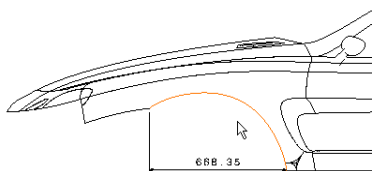

图 6-360
- » 步骤02 选择一条曲线, 显示尺寸的预览。默认情况下, 此预览显示整体曲线尺寸 (Overall), 如图 6-360 所示。